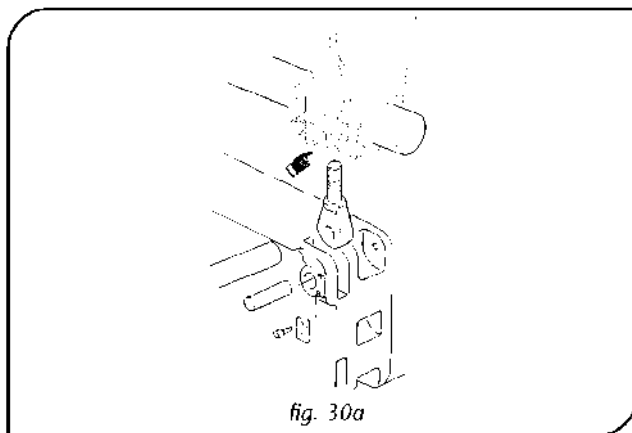

fig. 30a
- Zazwyczaj wózki typu DST/N, a zawsze wózki typu DST/T są dostarczone jako fabrycznie zamontowane w odpowiedniej wciągarkie typu DRH z wewnętrzną przestrzenią między kołami (L) już ustawioną pod kątem dźwigara, na którym wózek/ wciągarka, zgodnie z postawieniami k ontraktu, będą zamontowane
- Aby umożliwić zmianę przestrzeni wewnętrznej pomiędzy kołami dla innych i/lub kolejnych ustawień, względne wielkości odniesienia (A) i (B) dla wózków dla różnych dźwigarów są pokazane poniżej.
- Prawidłowe mocowanie wsporników wózków na prętach jest zapewnione przez użycie co najmniej dwóch śrub. Trzecia śruba w niektórych przypadkach nie może być zainstalowana ze względu na interferencję z zawieszeniem wciągarki (rys. 30A).